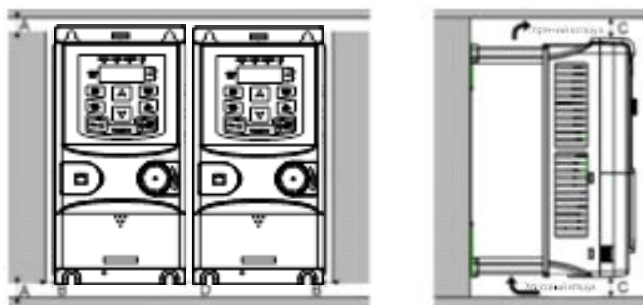

Рис. 4-3 Параллельная установка нескольких ПЧ
- (1) Отметьте отверстия перед установкой. Разметка отверстий указана на рис. 4-3.
- (2) Установите винты или болты в отмеченные отверстия.
- (3) Установите ПЧ на стену.
- (4) Надежно затяните винты в стене.